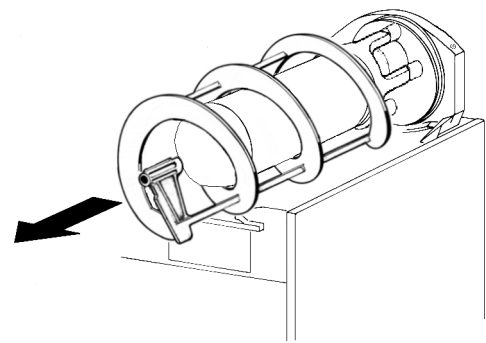

figura 7
- 3 Desenfiar del evaporador el rascador exterior (ver figura 7)